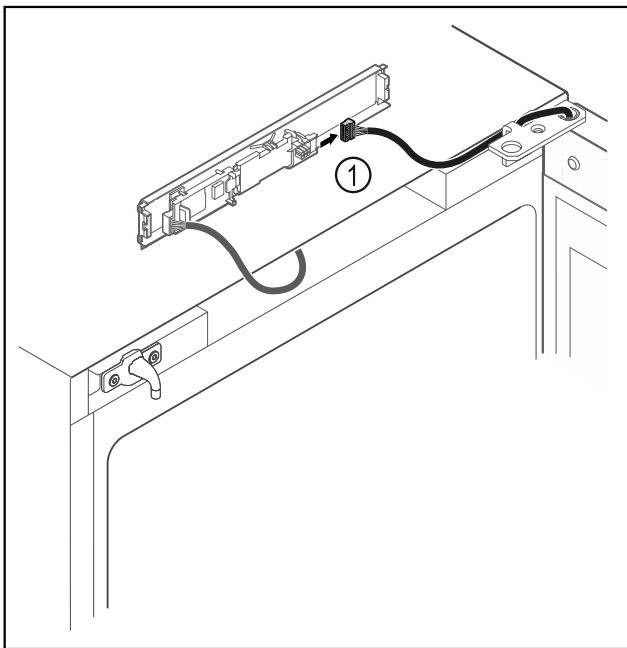

Fig. 15
- ▶ Витягнути штекер Fig. 15 (1) з плити.